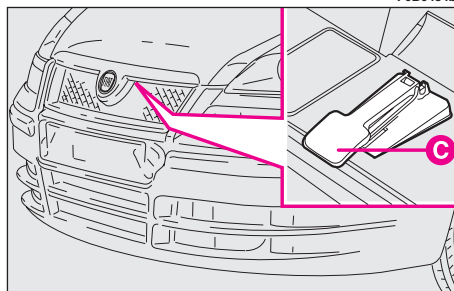

fig. 161
– agir sur le levier **C**-fig. 161 du capot moteur;